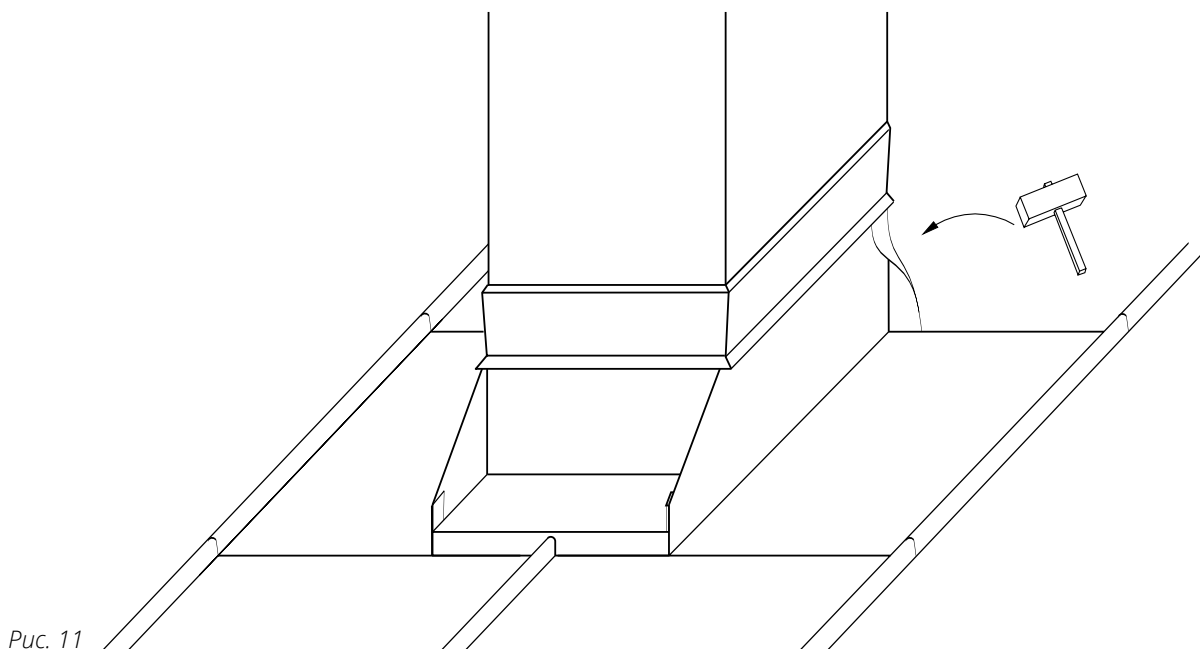

Рис. 11
- Смонтируйте панели 5 и 6 внахлест на панели 3 и 4, зацепив их за край Планки примыкания к трубе верхней (рис. 11)
- Обработайте киянкой верхние части получившихся отбортовок (рис. 11).